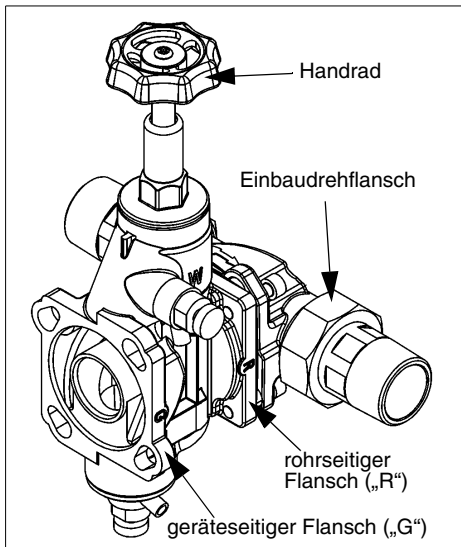

Abb. 8: Umgehungsventil (JQX)
- Das Umgehungsventil auf der mit dem eingegossenen Buchstaben „R“ (Rohr) gekennzeichneten Flanschseite mit dem Einbaudrehflansch durch Einrasten des Bajonetts verbinden (siehe Abb. 8).